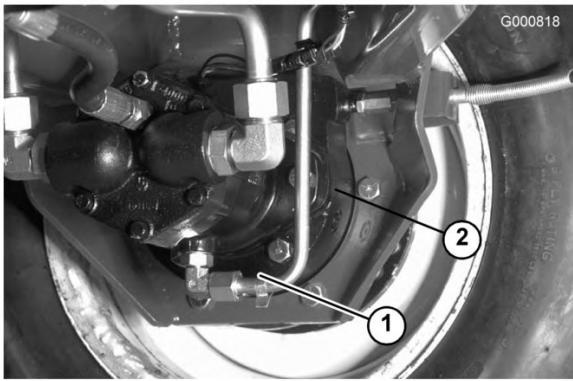

図 68
3. ブレーキ・ハウジングの下にある両方のプラグを外してオイルを抜く (図 68)。